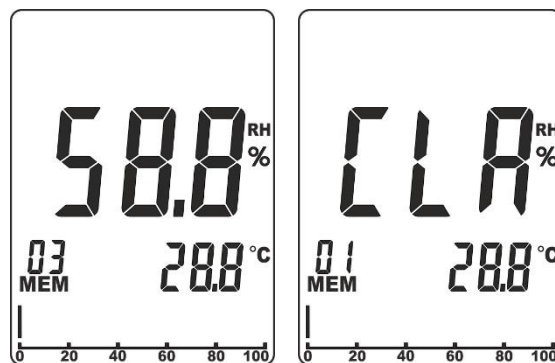

Fig. 4: Suppression de la mémoire interne
1. Appuyer simultanément sur les touches ◀ et ▶. L'indication de la position de la mémoire actuelle (voir Fig. 4 – à gauche) clignote sur l'écran
2. Appuyer simultanément sur les touches ◀ et **MEM/ALM** pendant au moins 3s. Le message « CLR » s'affiche à l'écran et la position de mémoire est indiquée automatiquement avec la valeur « 01 » (voir Fig. 4 – à droite)